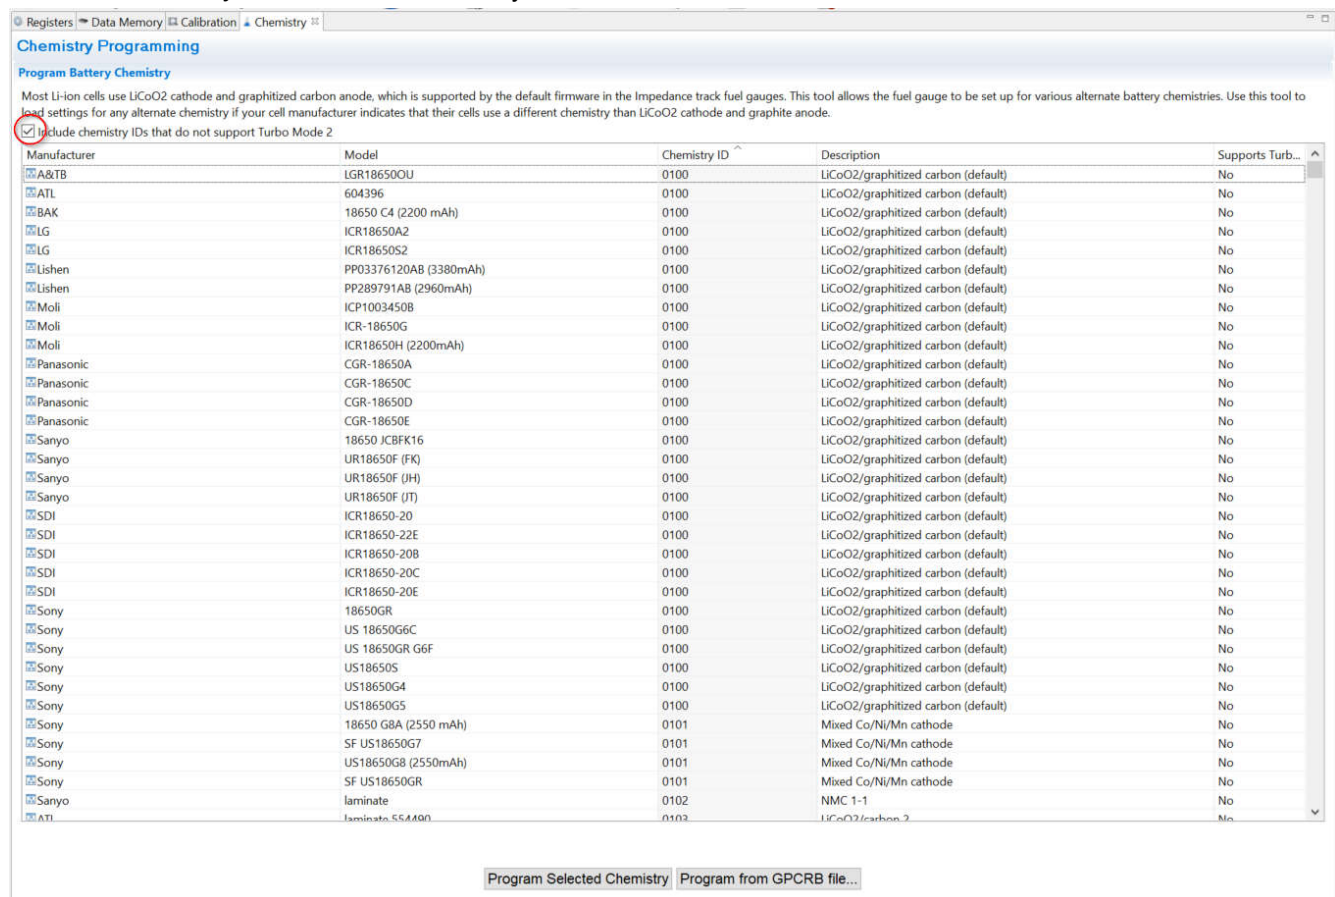

图 4-4. 化学成分屏幕
3. 选择表格中与电芯匹配的 ChemID（请参阅图 4-4）。